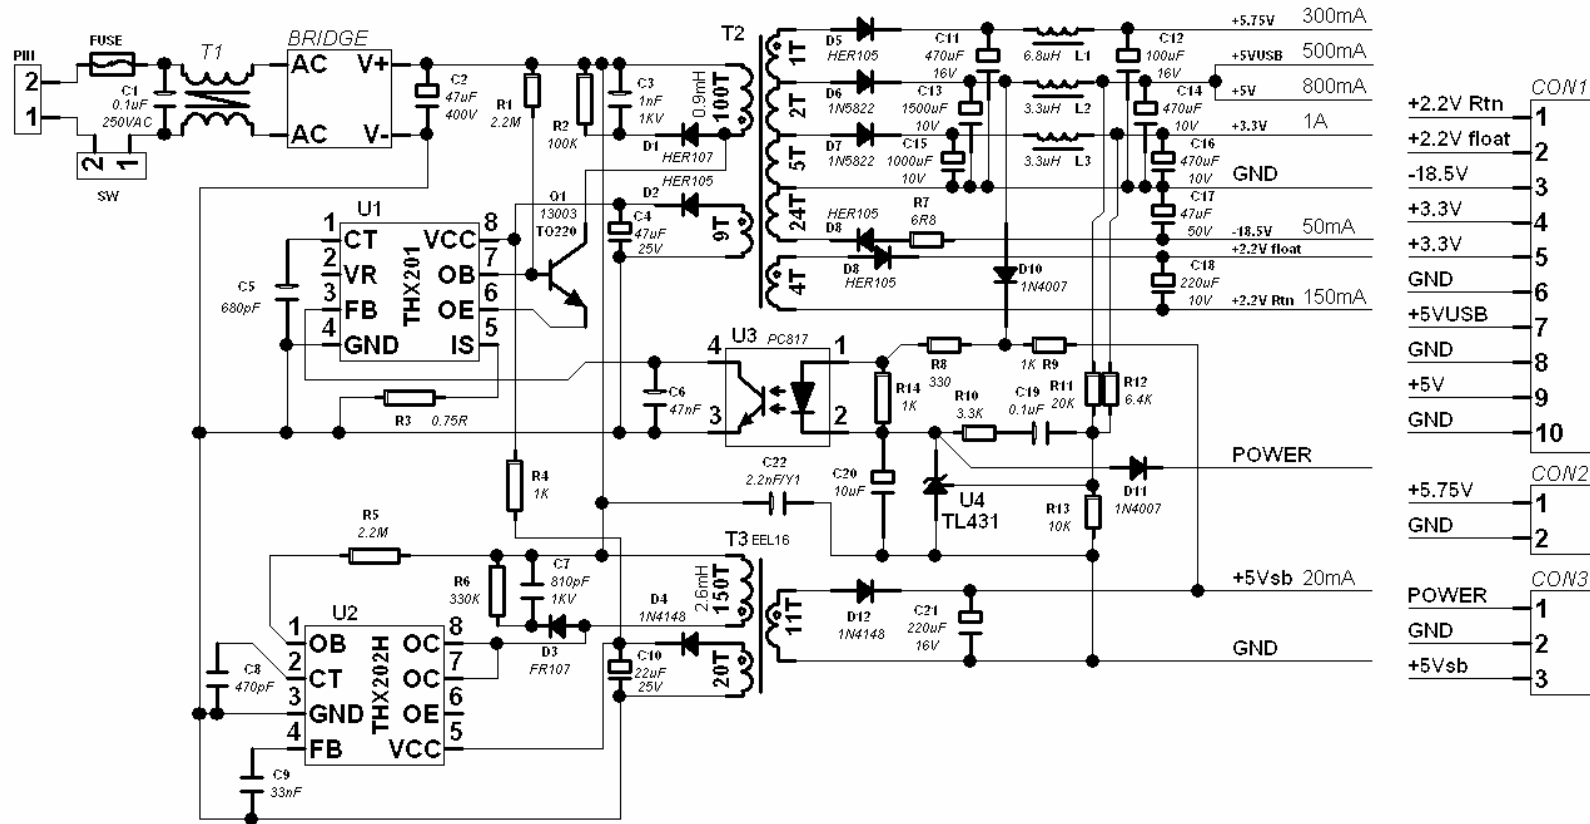

图 6、有独立待机的 DVD 或机顶盒等电源例
- 例三（图 6），有独立待机的 DVD 或机顶盒等电源；采用 THX202H 作待机电源，THX201 作主电源。待机时，POWER 低电平，光耦 U3 饱和使 U1.FB、U1.TC 和 U1.OB 低电平，主电源关闭，但 U1 由 R4 提供电源电流，U1 为保持状态；主电源工作时，POWER 高电平，由于 R4 提供电源电流较小，U1.THX201 的各种保护功能依然有效。由于待机电源要求输出电流较小，因此无需采用光耦反馈电路就能使+5Vsb 达到要求。